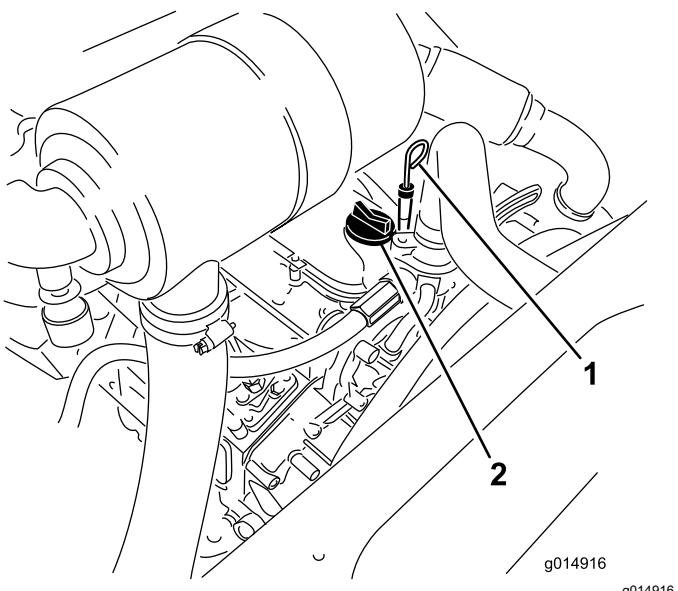

Figura 32
3. Retire la varilla, límpiela, y vuelva a colocarla (Figura 32).
5. Si el nivel de aceite está por debajo de la marca **LLENO**, retire el tapón de llenado (Figura 32) y añada aceite hasta que el nivel llegue a la marca **LLENO**. **No llene demasiado.**